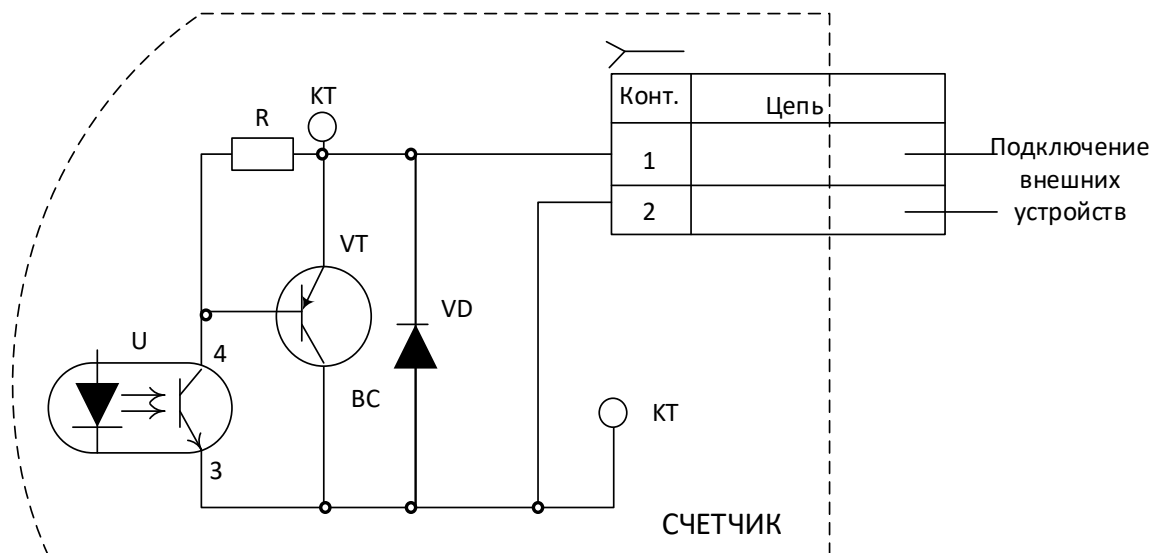

Рисунок 10 - Схема электрических импульсных выходов
- тип: ррр-транзисторы с открытыми коллекторами (рисунок 10).